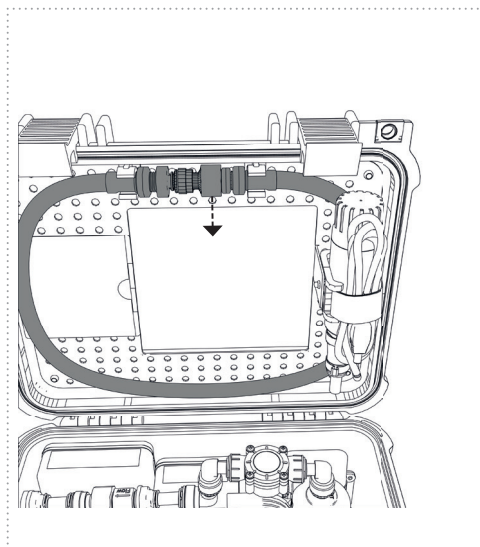
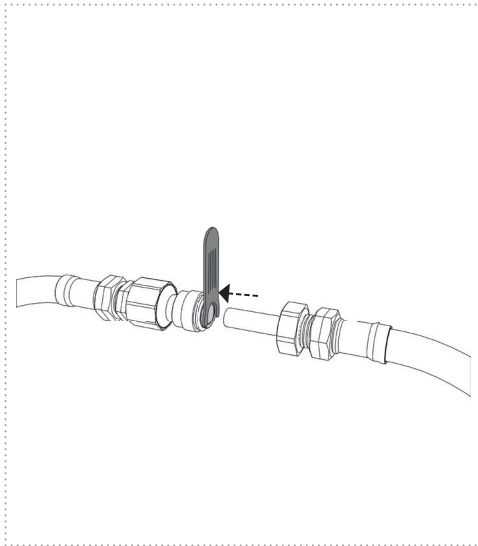

Figure 13
Figure 14
6. Retirez le tuyau d'aspiration des clips de fixation (Fig. 13) et démontez-le (Fig. 14) (voir « Desserrage des raccords enfichables » (p.24))